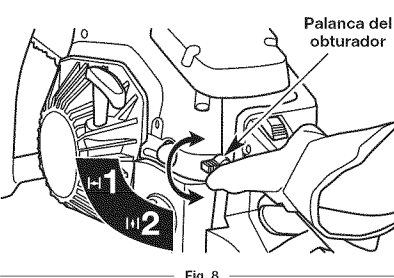

Fig. 8
3. Coloque la palanca del obturador en la **Posición 1** (Fig. 8). Esto trará el regulador en la posición completamente abierta.
6. **No toque el gatillo de control del regulador.** Coloque la palanca del obturador en la **Posición 2** (Fig. 8).